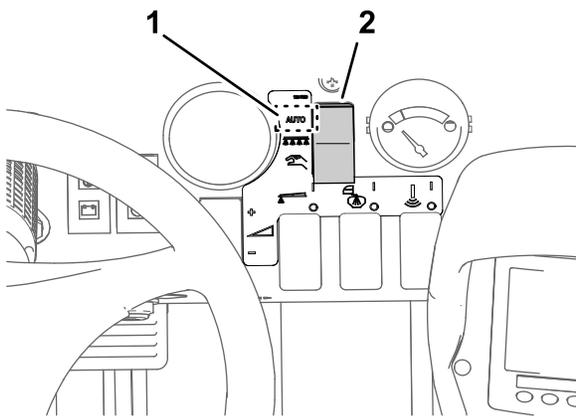

Figura 29
3. Acione o botão do modo de pulverização para o Modo de taxa de aplicação (Figura 29).